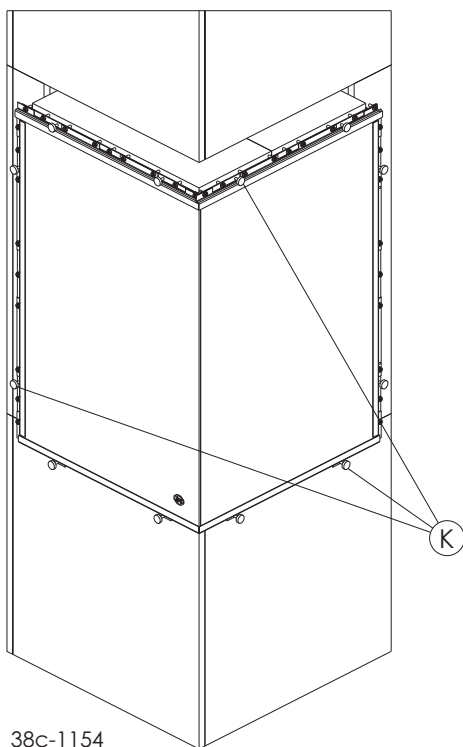

fig. 15a
- Draai de 12 magneten (K) in het toestel (fig. 15a).